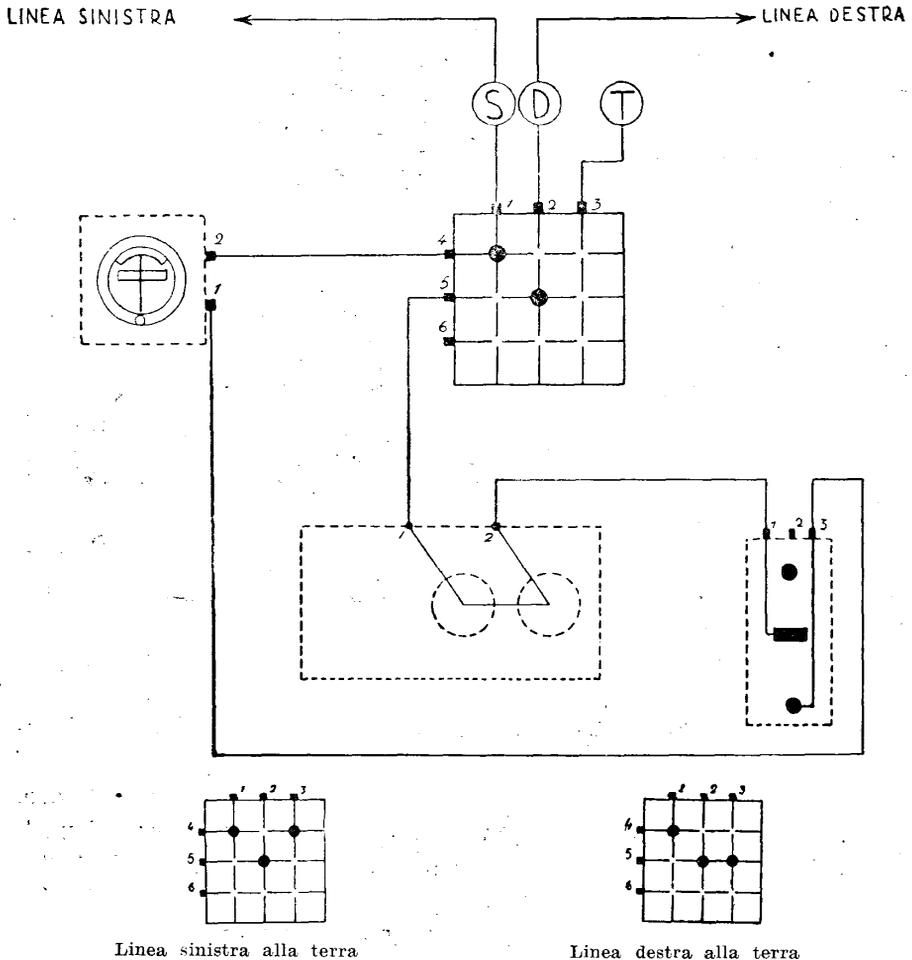

Fig. 44 — Ufficio Intermedio a Corrente Continua (senza Pila)
- 2°) Intermedio senza Pila (Fig. 44 e Fig. 46)